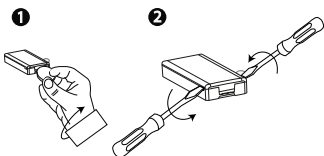

Figura 4: Remoção da tampa do dispositivo
1. Remova a tampa. Veja a Figura 4.
Antes de testar, separe a base da tampa. Vija a Figura 4, e conclua as etapas a seguir: